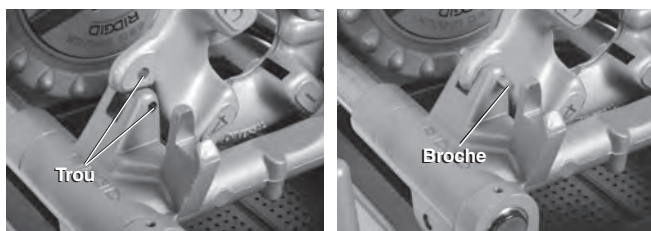

Figure 24 – Retenue de la tête de filière à gauche
1. Introduisez une broche de  $\frac{5}{16}$ " de diamètre et 2" de long à travers les trous du chariot et de la tête de filière à gauche pour tenir la tête en place (Figure 24).